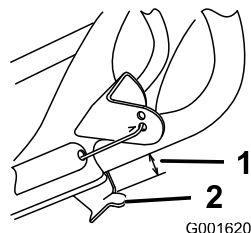

Figure 20
- Vérifiez que le support de la barre de commande et le guidon sont espacés de 3 à 6 mm (1/8 à 1/4 pouce) (Figure 20).